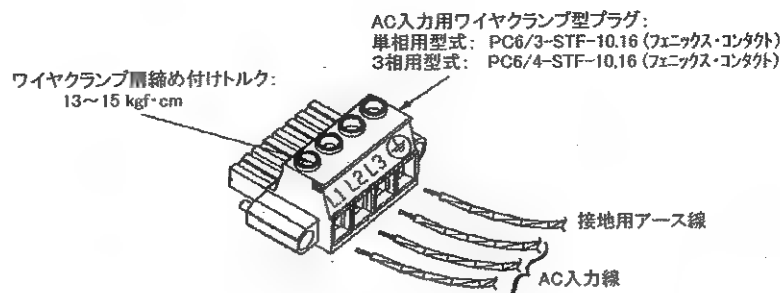

図 3-3 AC 入力プラグ
4. AC ケーブルを図のワイヤクランプ型の入力プラグに取り付けます。端子ネジを緩め、端子の中に剥離線を挿し込み、ネジでしっかりと締め付けて下さい（締め付けトルク：13～15 kgf・cm、図 3-3 参照）。AC ケーブル取付の際は、誤配線がないように十分にご注意下さい。